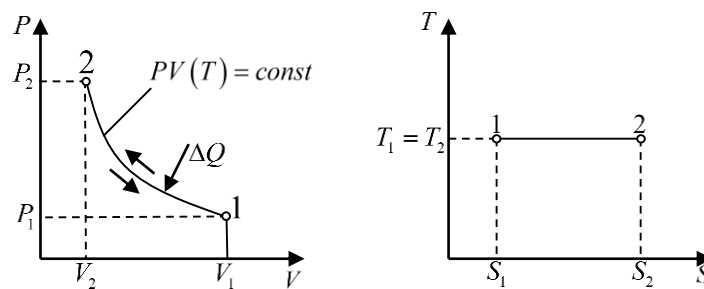

Рис. 5.3. Ізотермічний процес в в PV і TS-координатах
4. Зображення процесу в PV і TS-координатах (рис.5.3.).